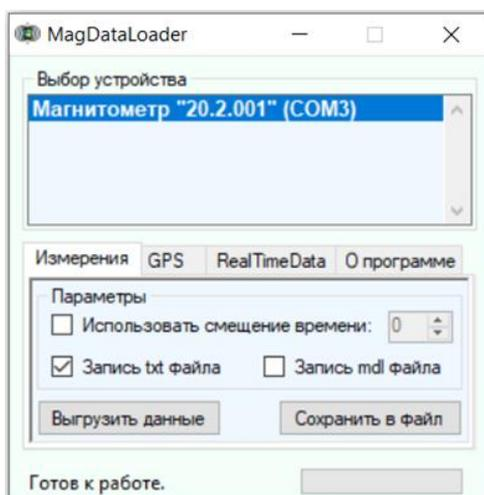

Рисунок 44 – Главное окно программы MDL
3. Скопируйте программу MDL.exe на ПК и запустите. После появления главного окна программы (рисунок 44) в списке отобразится подключенный прибор или несколько приборов в случае их одновременного подключения.